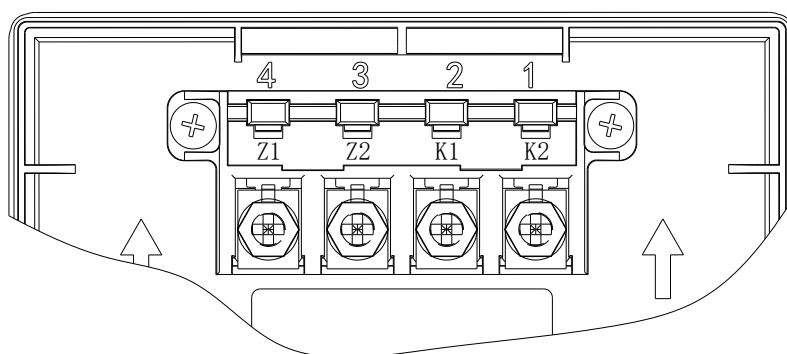

图 3 端子示意图
3. 将导线按顺序接入对应接线端子上，消火栓按钮端子示意图如图 3 所示。